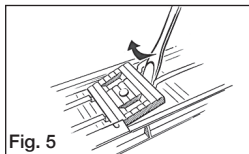

Fig. 5
- Austausch der Glühlampe: Radsätze entfernen. Beleuchtungseinsatz mit einem Schraubenzieher aus dem Wagenboden lösen (Fig. 5). Glühlampe austauschen. Beleuchtungseinsatz und Radsätze wieder montieren.
- Changing the bulb: Remove the wheel sets. Take the lighting unit out of the coach chassis using a small screwdriver (Fig. 5). Change the bulb. Replace the lighting unit and the wheels.
- Remplacer des lampes: Retirez la garniture du châssis avec un tournevis comme repris (Fig. 5). Changez la lampe. Remontez la garniture ainsi que les essieux.